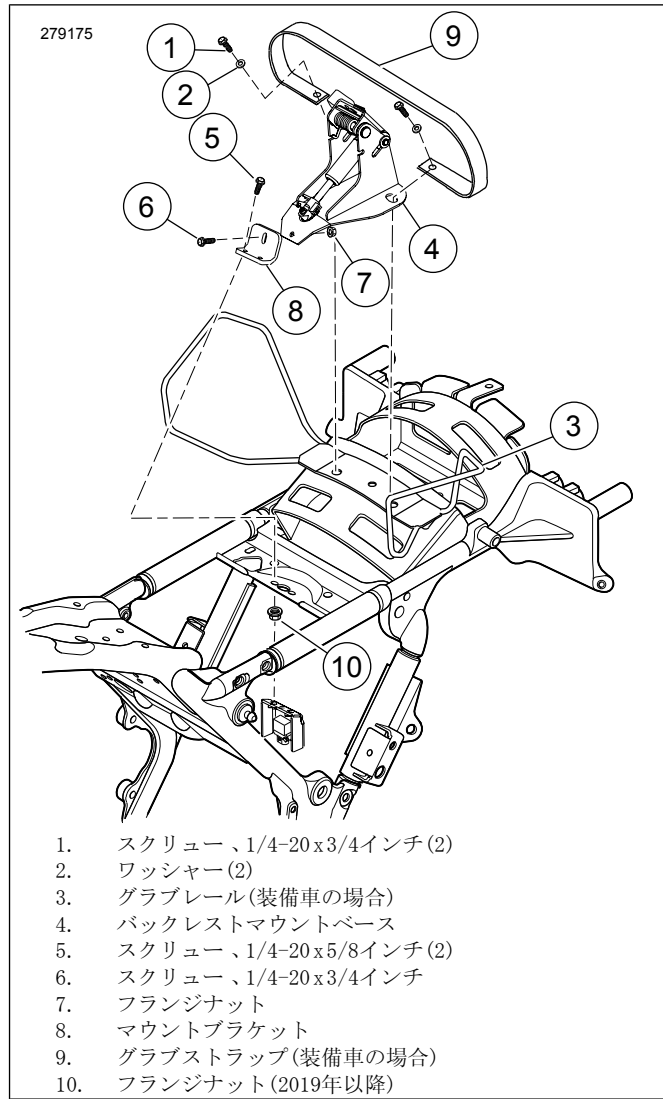

図3。バックレストマウントベースの取り付け
3. 図3 マウントブラケット(8)をスクリーン(6)とフランジナット(7)でマウントベース(4)に取り付けます。スクリーンを締め付けます。
4. 図3フロントマウントブラケット(8)を取り付けます。